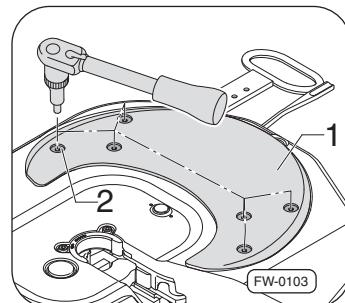

Fig. 38 · Monter les plaques de glissement
1. Placer les plaques de glissement ⇒Fig. 38, –pos. 1– dans le renforcement de la plaque de la sellette d'attelage.
2. Installer les nouvelles vis (12x) –pos. 2– et les serrer au couple indiqué ⇒Page 37.